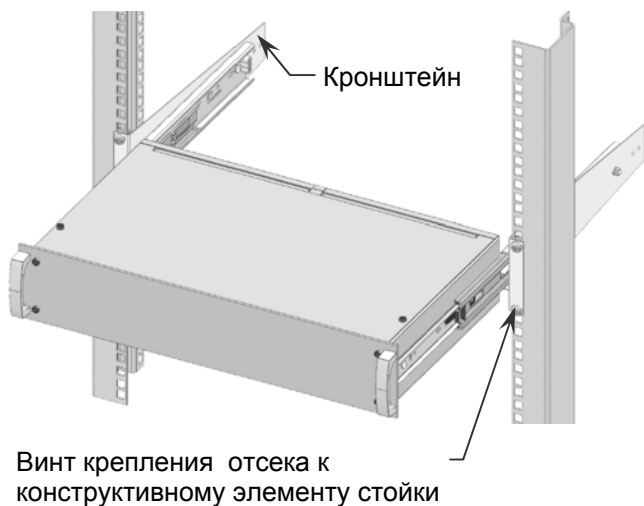

Рисунок 2 - Пример встраивания отсека в телекоммуникационную стойку
6. Вставить отсек внутренними направляющими планками, закрепленными на корпусе, в подвижные части внешних направляющих, установленных в стойке, и задвинуть отсек внутрь стойки до фиксации деблокировочным рычагом (см. рисунок 2).